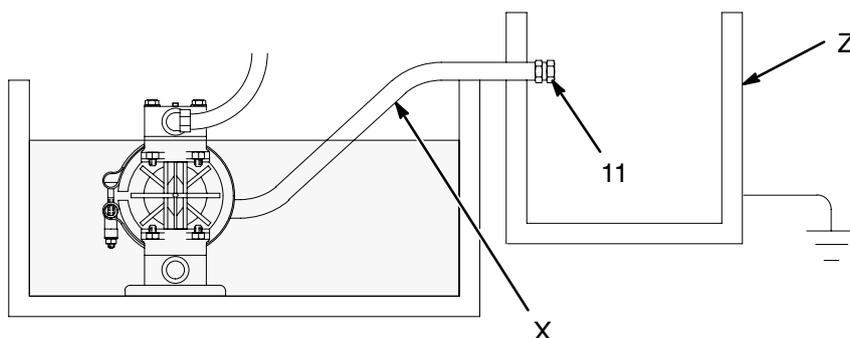

Рис. 8
Повреждение мембраны приведет к попаданию перекачиваемой жидкости в выпускаемый воздух. Для сбора жидкости установите подходящий контейнер на конце линии для выпуска отработанного воздуха. См. рис. 8.
2. Прикрепите токопроводящий шланг выпуска воздуха (X) и подсоедините глушитель с другого конца шланга. Минимальный размер шланга для выпуска воздуха – внутр. диам. 10 мм (3/8 дюйма). Если необходим шланг длиннее 4,57 м (15 футов), используйте шланг большего диаметра. Не допускайте резких перегибов или изломов шланга.
3. Установите контейнер (Z) на конце линии выпуска воздуха для сбора жидкости в случае разрыва мембраны. Если жидкость легко воспламеняется, заземлите контейнер. См. рис. 8.